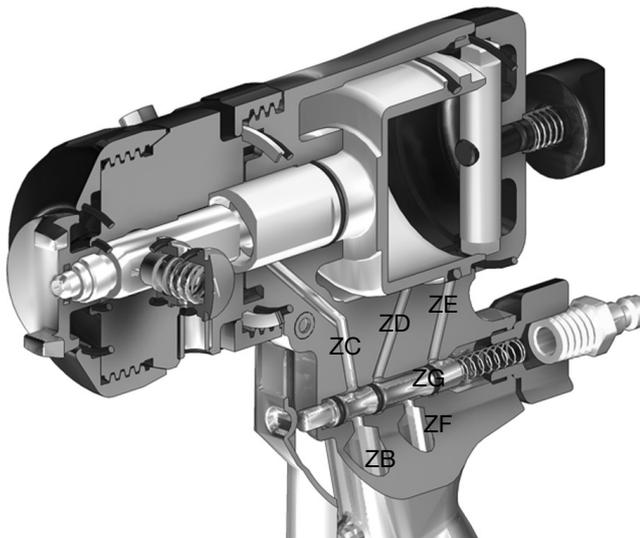

FIG. 1 Conductos de la empuñadura de la pistola
2. Si fuera necesario, use brocas para limpiar los conductos del alojamiento de fluido y de la empuñadura. Consulte en la **TABLA 1 y en la FIG. 1** el diámetro y la ubicación de los conductos.